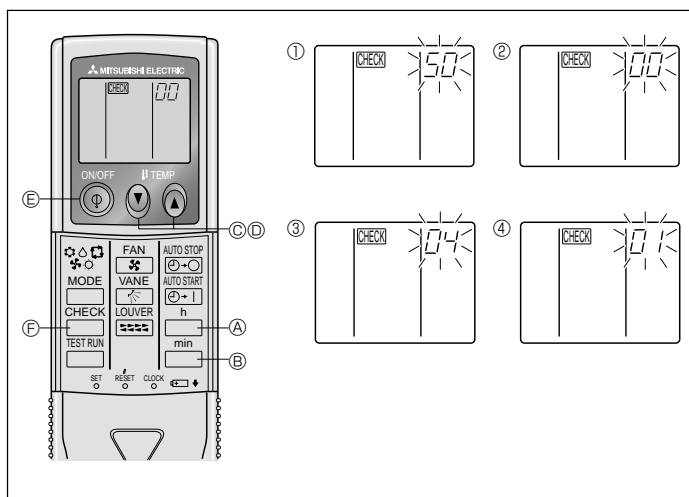

Fig. 6-9
- Нажмите кнопку MODE (E), и режим и номер установки (I) и (II) переключатся в состояние постоянного отображения на дисплее, что позволит подтвердить содержание настройки.
- Одновременно нажмите кнопку (A) FILTER (ФИЛЬТР) и кнопку (B) TEST RUN (ПРОБНЫЙ ПРОГОН) и удерживайте их в течение приблизительно двух секунд. Через несколько секунд исчезнет индикация выбора функций, и на дисплее загорится индикация OFF (ВЫКЛ.) кондиционера воздуха.
2) Для беспроводного пульта дистанционного управления (Fig. 6-9)
- Перейдите в режим выбора функции. Дважды нажмите кнопку CHECK (F). (Начните процедуру настройки с остановленным дисплеем пульта дистанционного управления.) На дисплее высветится индикация CHECK и замигает "00". Однократным нажатием кнопки temp (C) выполните настройку на "50". Направьте беспроводной пульт дистанционного управления на ресивер сигналов внутреннего прибора и нажмите кнопку (h) (A).
- Настройка номера прибора. Нажатием кнопки temp (C) и (C) (D) установите номер прибора на "00". Направьте беспроводной пульт дистанционного управления на ресивер сигналов внутреннего прибора и нажмите кнопку (min) (E).
- Выбор режима. Кнопками (C) (A) (C) и (D) введите 04 для изменения настройки в сети электропитания. Направьте беспроводной пульт дистанционного управления на ресивер сигналов внутреннего прибора и нажмите кнопку (h) (A). Текущий номер настройки: 1 = 1 тональный сигнал (одна секунда)